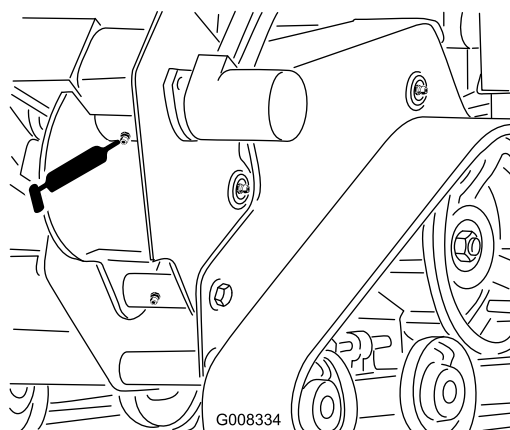

Figure 29
3. Nettoyez le graisseur du carter de la trancheuse avec un chiffon et raccordez-y une pompe à graisse (Figure 29).